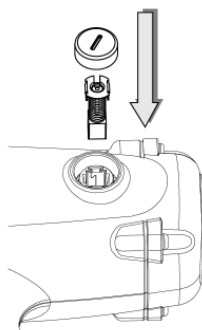

Fig. 5
- Riposizionare la nuova spazzola in carbonio e il pannello della spazzola in carbonio nell'alloggiamento nell'ordine corretto (Fig. 5).